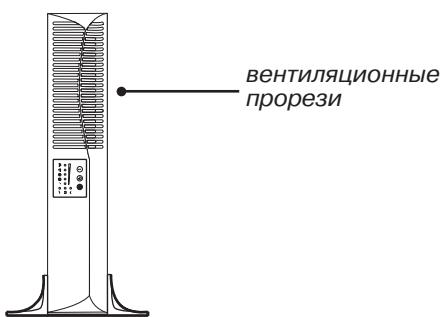

Рисунок 5. ИБП на подставках
4. Аккуратно поставьте ИБП вертикально вентиляционными прорезями вверх (см. рис. 5).